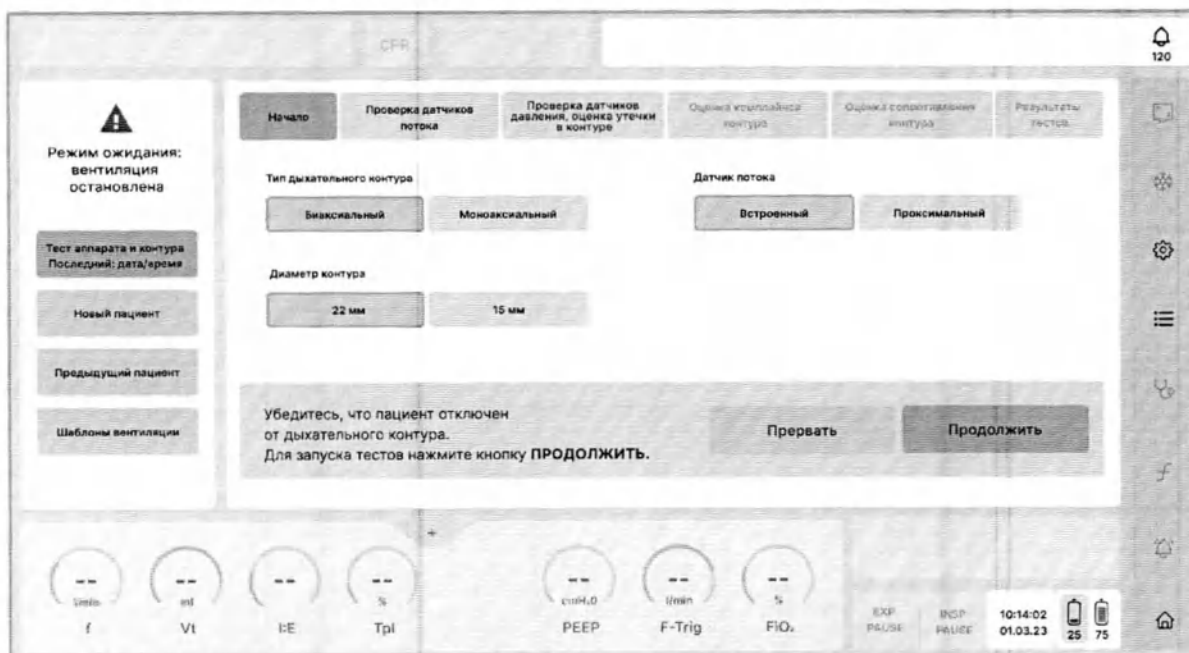

Рисунок 4.1 – Окно тестов дыхательного контура (начало)
- 4 Нажмите кнопку «Тесты» и проконтролируйте появление окна выполнения тестов дыхательного контура (см. рисунок 4.1).
- Проверьте соответствие типа дыхательного контура, подключенного к аппарату, типу дыхательного контура, выбранному в окне тестов (см. рисунок 4.1). Например, при выборе детского дыхательного контура к аппарату может быть подключен взрослый дыхательный контур.